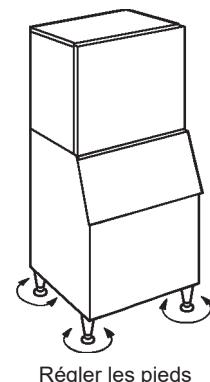

Fig. 7
- 9) Régler les quatre pieds du bas (ils sont réglables de 0 à 25,4 mm) pour que la machine à glace soit parfaitement à l'horizontale. Utiliser pour cela le niveau à bulle. Voir Fig. 7.